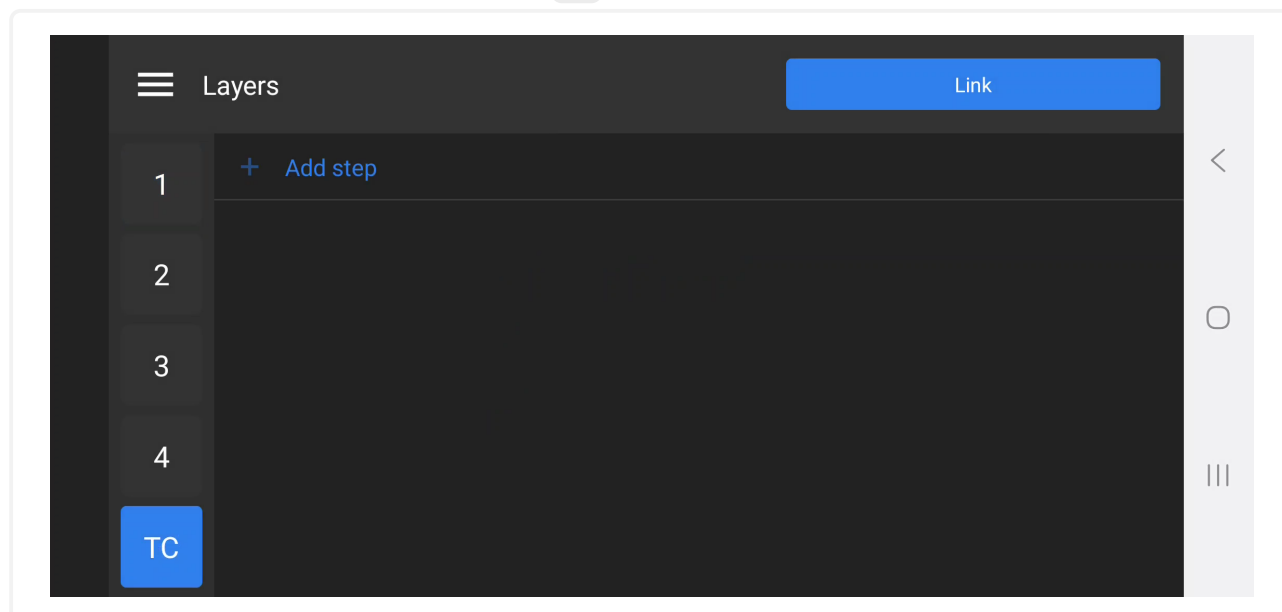

Рис. 59: Экран рабочего окна для работы в режиме Time Code
3. На экране Layers (Страницы) и на экранах операций с программами появляется дополнительный раздел с маркировкой TC (см. рис. 59)
1. Перейти на экран управления режимом Time Code (см. рис. 59 на предыдущей странице)
12. Список подключенных программ обновится в рабочем окне **Time Code** (см. рис. 59 на с. 77)